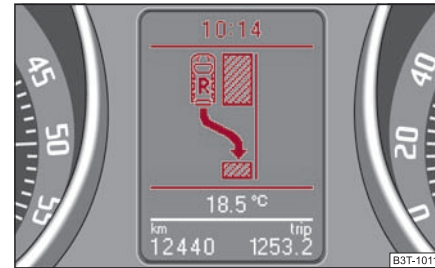

Fig. 144 Display-ul cu informații: Spațiu de parcare recunoscut cu indicația de a selecta treapta de marșarier
- Continuați deplasarea până apare afișajul ⇒ fig. 144.